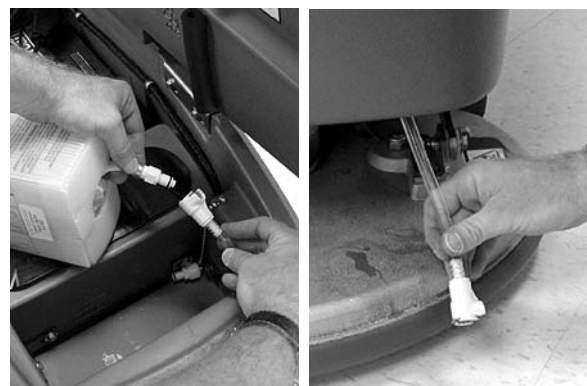

FIG. 57
4. Retirez le carton FaST-PAK et branchez le raccord de valve et le tuyau de 6 in / 15 cm sur le tuyau d'alimentation de détergent FaST (Figure 57).